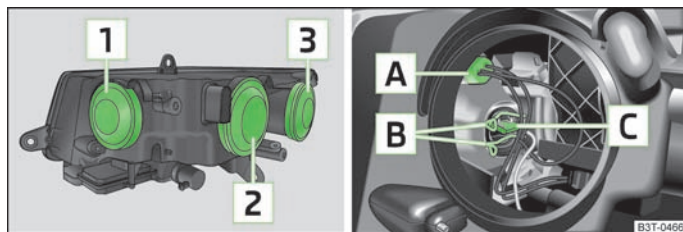

Fig. 189 Faruri față: Dispunerea becurilor / Demontarea becului luminii de staționare și de drum
Prezentare generală a dispunerii becurilor » fig. 189
- Detașați capacul din cauciuc **1** » fig. 189.
- Scoateți soclul **A** » fig. 189.